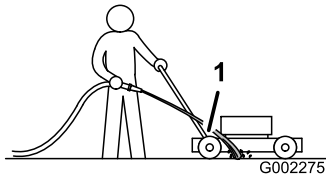

Bild 38
3. Halten Sie den Wasserschlauch auf Griffhöhe und richten Sie den Wasserstrahl unmittelbar vor dem rechten Hinterrad auf den Boden (Bild 38).